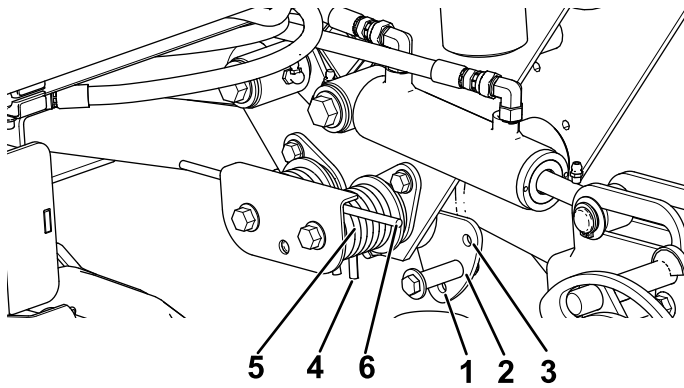

图 45
要更改下压力配置必须拆下收集盘以便从一侧改变两根弹簧弹簧的短端必须骑在收集组件的上缘上图 45。
2. 将一个管子或类似物体插入长弹簧一端并在调节过程中降低弹簧张力 (图 45)。
3. 在降低弹簧张力时拆下将弹簧传动器固定到支架上的螺栓和锁紧螺母 (图 45)